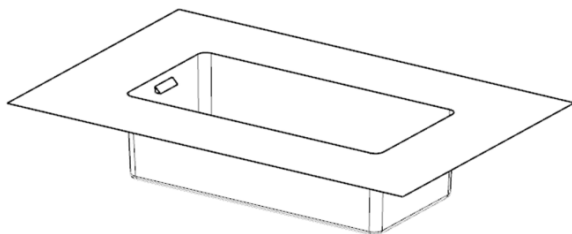

图 10-9 修剪拉伸片体
(14) 选取“菜单 | 插入 | 修剪 | 修剪片体”命令，以拉伸曲面为目标片体；抽取的曲面为边界片体，修剪拉伸片体，如图 10-9 所示。